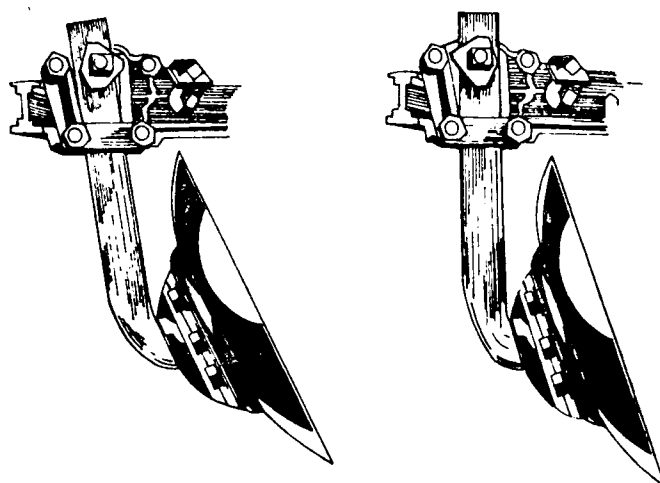

Fig. 1
- c Regule o ângulo de acordo com as características do solo (fig.1).